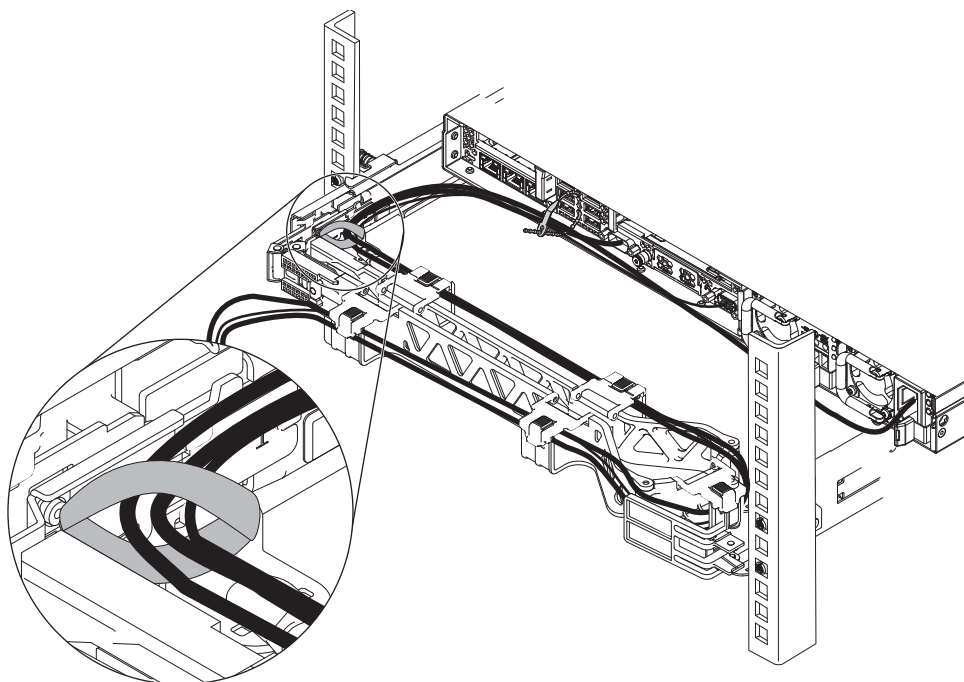

図 33. 面ファスナー・ストラップによるケーブルの固定
7. 49 ページの図 33 に示すように、ケーブルを面ファスナー・ストラップで固定します。ケーブル・マネジメント・アームの全可動範囲が確保されるように、必ずケーブルを面ファスナー・ストラップで束ねてください。